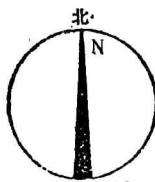

图 1-15 指北针
(3) 构件的符号：在施工图中，为了书写方便，各种构件均采用其名称的汉语拼音字母来表示。例如：L——梁、B——板、Z——柱、J——基础、KJ——框架、YT——阳台、YP——雨篷等。
(4) 门窗的符号：对于门窗，除了要在施工图上表明其位置外，还要用符号表示出他们的型号。一般木门用“M_{xx}”表示，木窗用“C_{xx}”表示，钢门和钢窗分别用“GM_{xx}”和“GC_{xx}”表示。字母“M”和“C”右边是数字，如“M₁₂”、“C₈”等，数字表示门窗的类别，每个数字的具体含义，读者可参阅有关门窗的标准图集。
(5) 指北针：在总平面图和首层建筑平面图上一般都绘有指北针，用来表示该建筑物的朝向。指北针的形式如图1-15所示。在针头处要注“北”字或英文字母“N”。